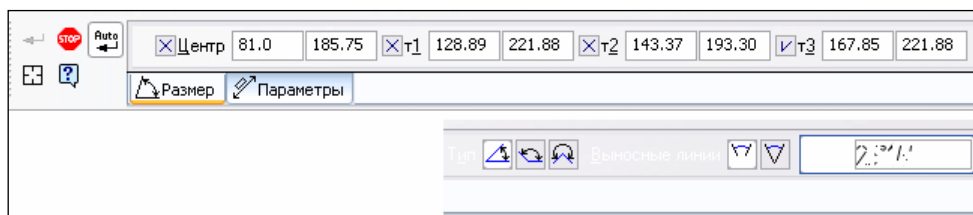

Рис. 2.17. Панель свойств команды **Угловой размер** на вкладке **Размер**
- ◆ на вкладке **Размер** (рис. 2.17) появились три окна **т1**, **т2** (координаты точек привязок), **т3** (точка положения размерной надписи) и группа переключателей **Выносные линии**. С помощью этой группы переключателей выносные линии могут иметь два варианта отрисовки:
отрезке и ближайшей точкой на втором базовом отрезке. На Панели свойств на вкладке **Размер** (см. рис. 2.17) есть три кнопки в группе **Тип**: